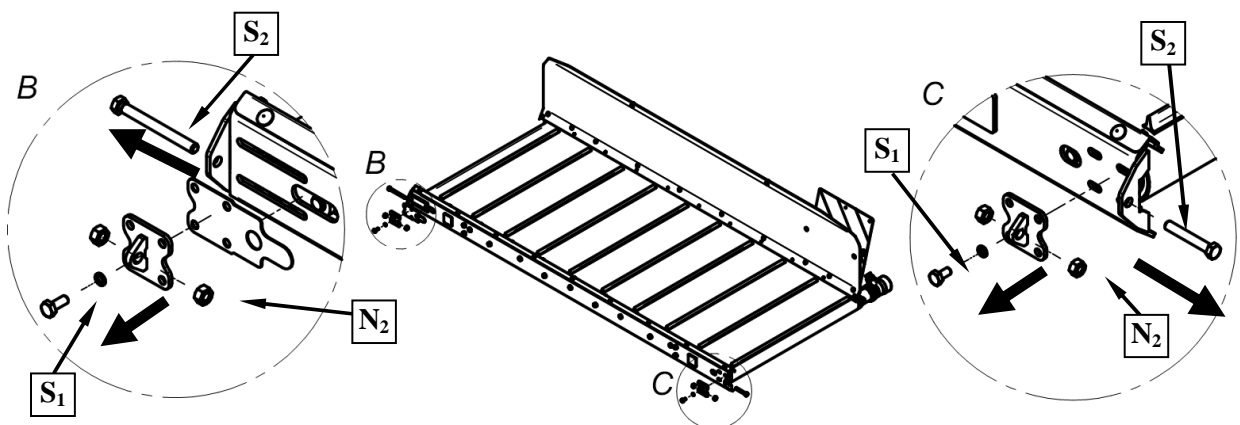

Abb. 44.
1. M10 Schrauben – S_1 , M12 Muttern – N_2 und Einstellschrauben M12 – S_2 der Spanner abdrehen (Abb. 44).